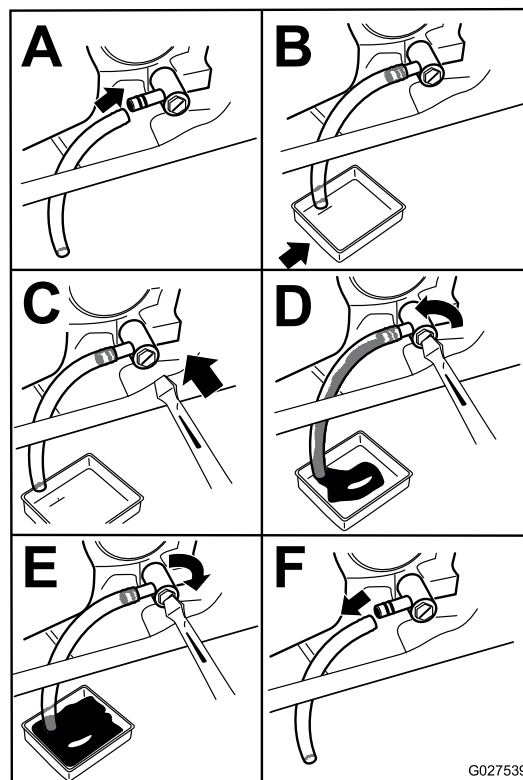

Figure 36
4. Vidangez l'huile moteur (Figure 36).